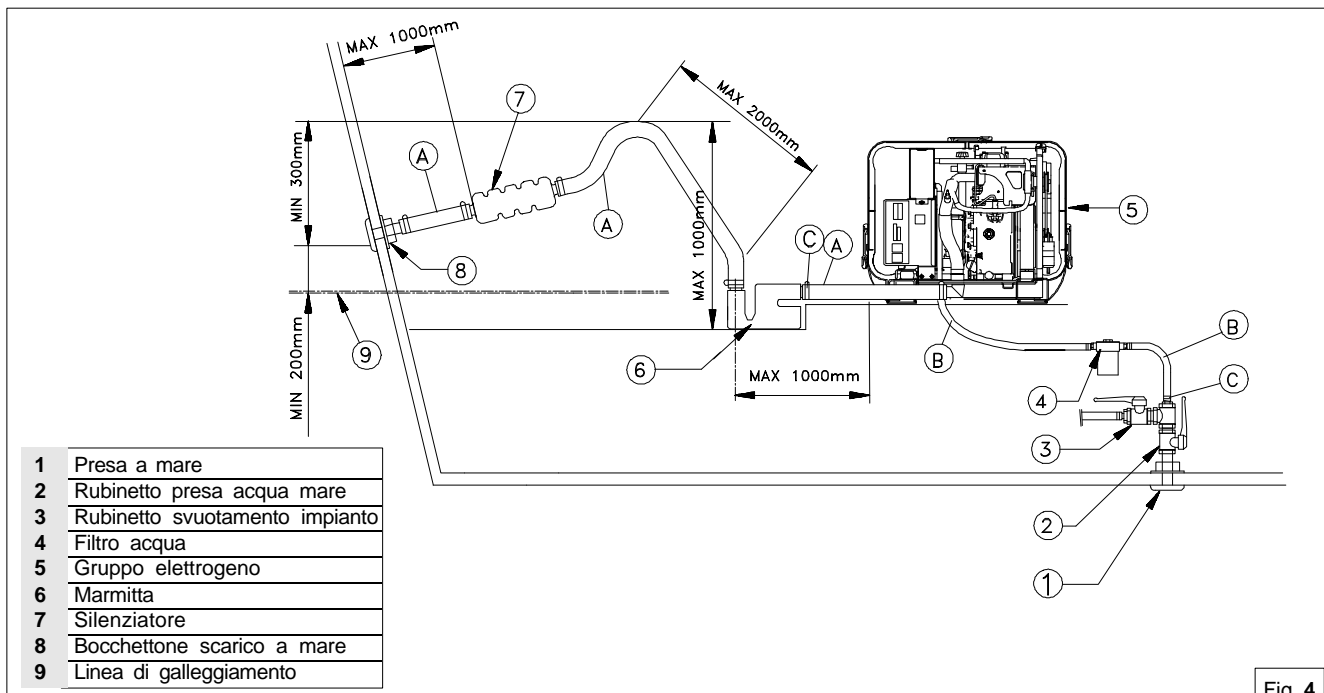

Fig. 4
**2.2. Tipica installazione con gruppo elettrogeno sopra la linea di galleggiamento (fig. 4)**
**2.2. Typical installation with electric generator above the water-line (fig. 4)**
**2.2. Installation typique avec groupe électrogène au dessus de la ligne de flottaison (fig. 4).**
Il est très important de respecter les dimensions indiquées sur les figures 4 et 5.